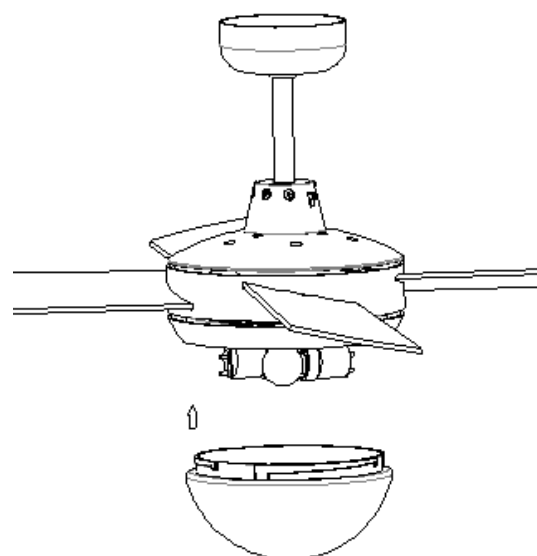

Figure 9
8. Applicare con cautela la copertura in vetro sulle lampadine e girarla in senso orario fino a farla innestare. La copertura in vetro si lascia innestare solo se applicata correttamente. Controllare pertanto il dispositivo di arresto durante la fase di innesto. Fig. 9